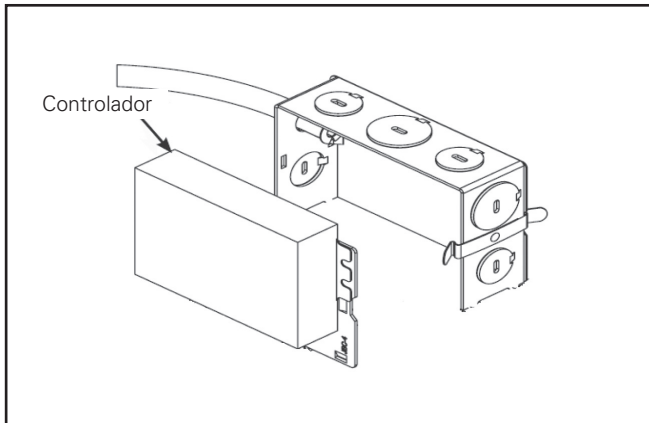

Figura 10
2. Extraiga el controlador y la unidad de la cubierta de la caja de derivación. (Figura 10).